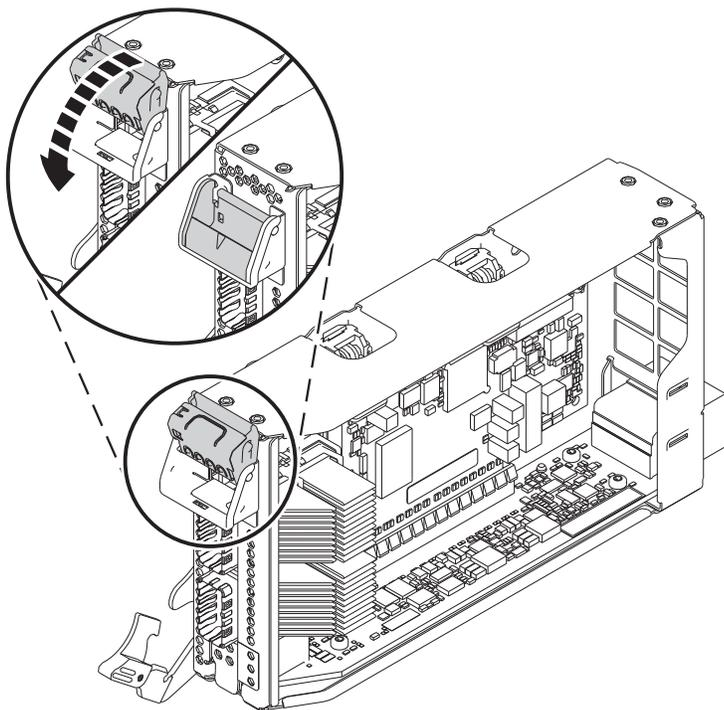

図 30. PCIe アダプター・カセットへのハーフサイズ、ロー・プロファイル・アダプターの取り付け
c. アダプターを固定するために、図 30 に示すようにテール・ストック・ラッチを回転させます。